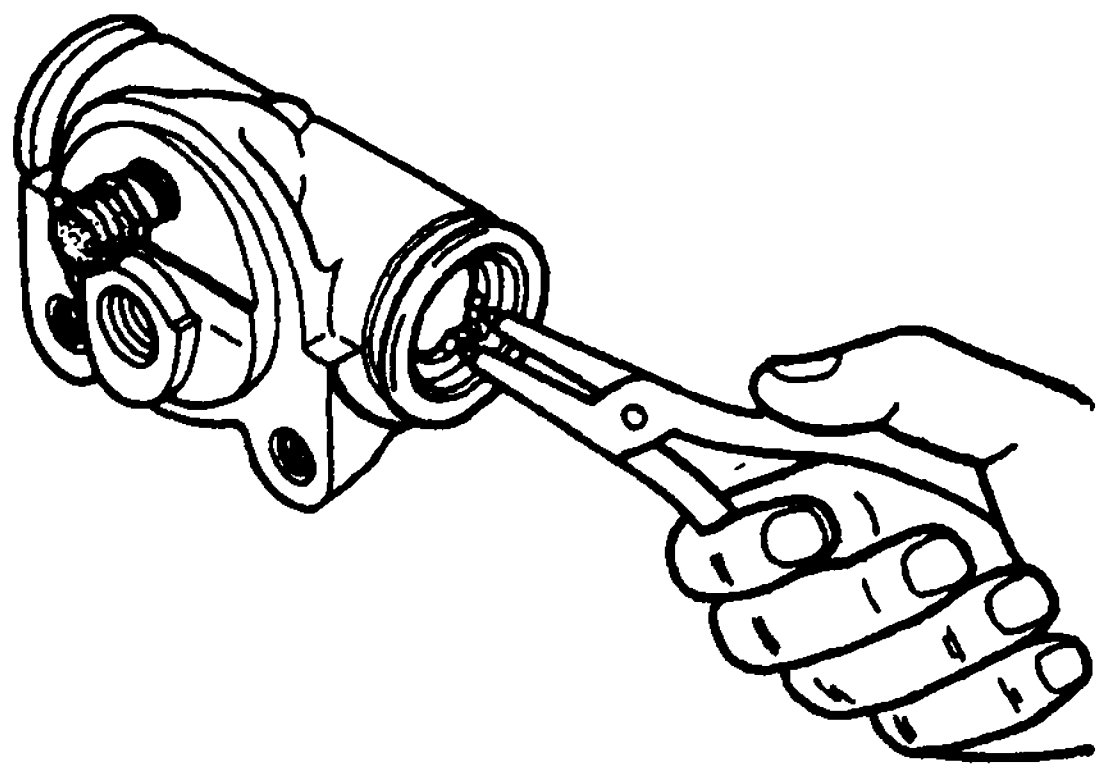

Рис. 8.18. Удаление упорного кольца
- пружинное упорное кольцо без необходимости удалять не следует. Если по каким-либо причинам кольцо необходимо удалить, то для этого применяются специальные круглогубцы. Введя круглые губки инструмента (рис. 8.18) в два специальных отверстия на кольце, сожмите круглогубцы и выньте кольцо из цилиндра;